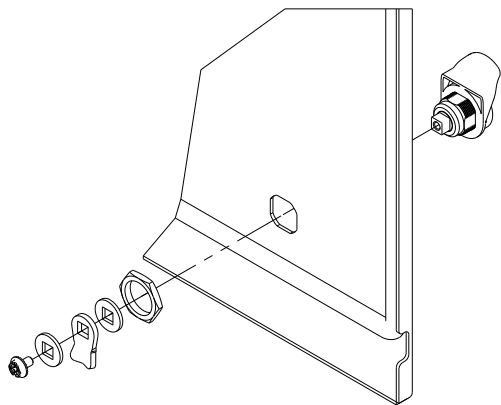

Рисунок 2
4.1.2 Установить замок в дверь, последовательность расположения гаек, ригеля и винта указаны на рисунке 2, закрепить винтом M5×8 из комплекта, момент затяжки – 7 Н·м. (рисунок 2). Количество замков зависит от исполнения двери.